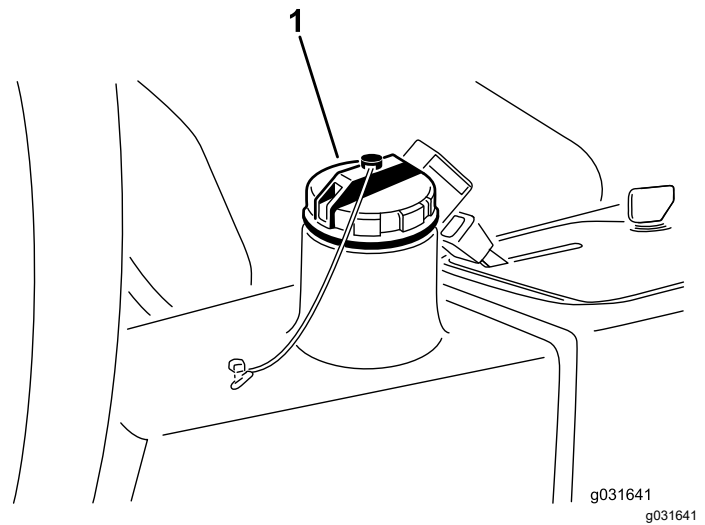

Figura 65
4. Encha o reservatório (Figura 65) com aproximadamente 13,2 litros de fluido hidráulico; consulte Verificar o sistema hidráulico \(página 56\).